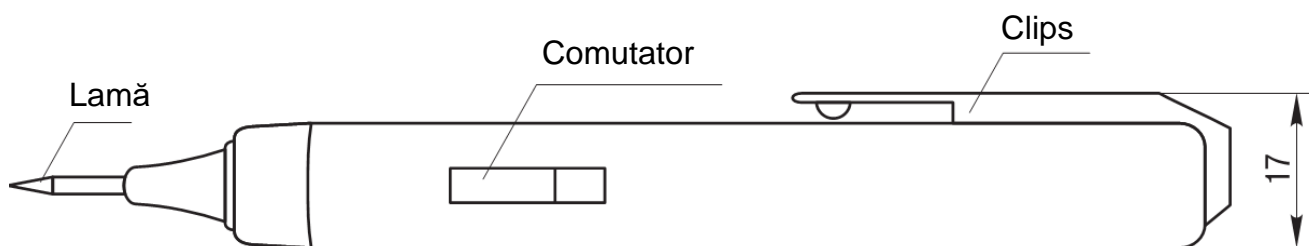

Fig.2 Șurubelnița tester tip OP-2E
3.2 Testerul OP-2E este dotat cu comuator pentru selectarea regimului de lucru (fig. 2).